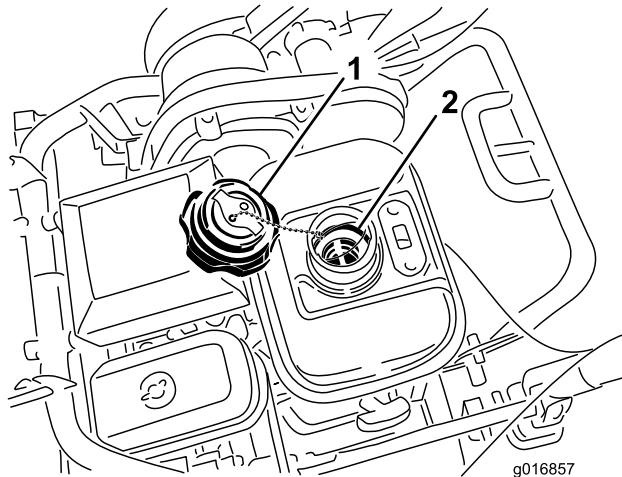

Рисунок 37
- Вывинтите и снимите топливный отстойник с топливного бака (Рисунок 37).